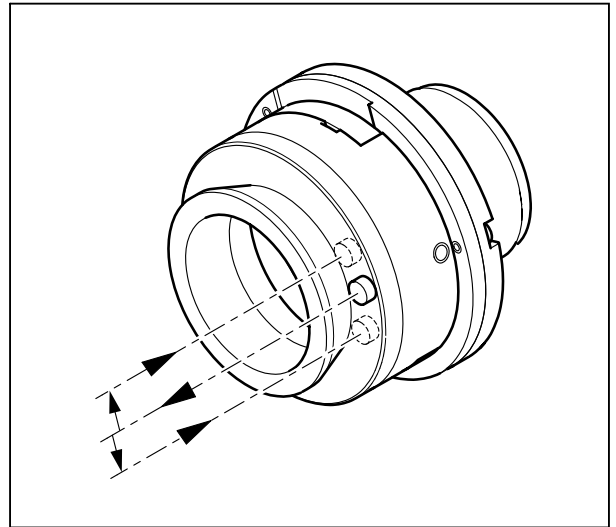

图 24 聚光器下端的带槽螺钉
- 拧出带槽螺钉（图 24），并旋入相应的右侧孔或左侧孔。再装入聚光器。